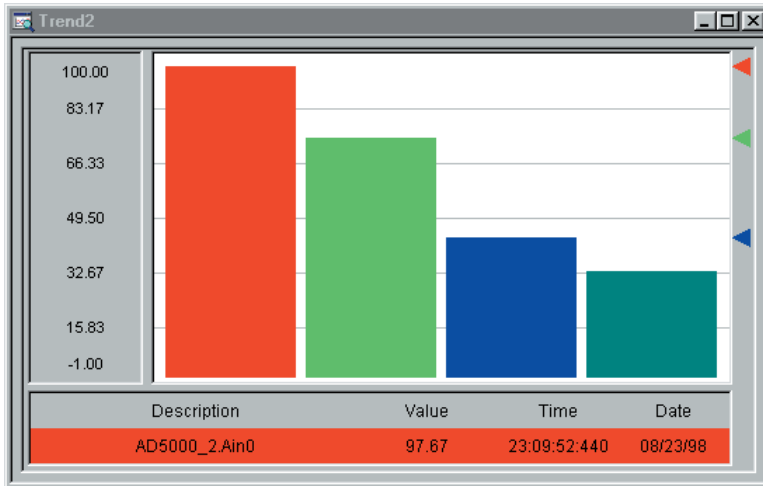

Рис. 11. Построение гистограмм нескольких параметров
- гистограмма параметра (рис. 11);